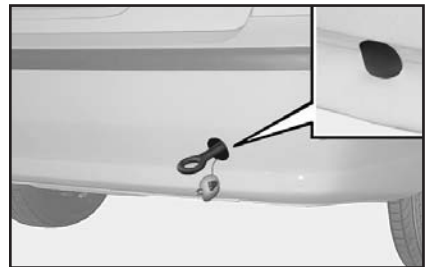

рис. 43
2) Установив отвертку в углубление, выполненное в заглушке, извлеките ее из заднего (рис. 43) или переднего (рис. 44/a) бампера.
3) Наверните проушину до упора на задний (рис. 43) или передний (рис. 44/b) резьбовой штырь.